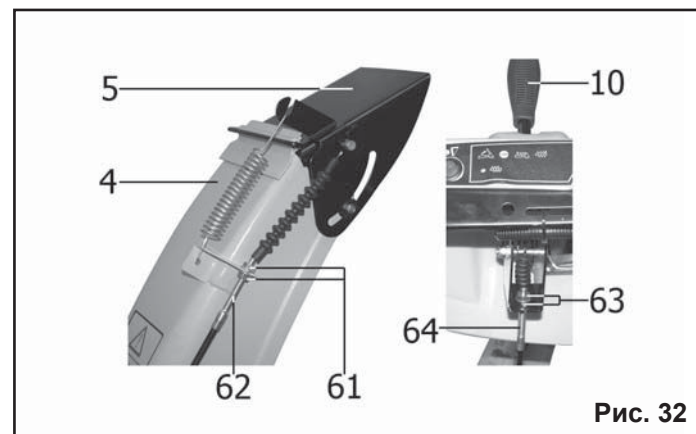

Рис. 32
9.8. Регулировка тросика привода дефлектора желоба (Рис.32).